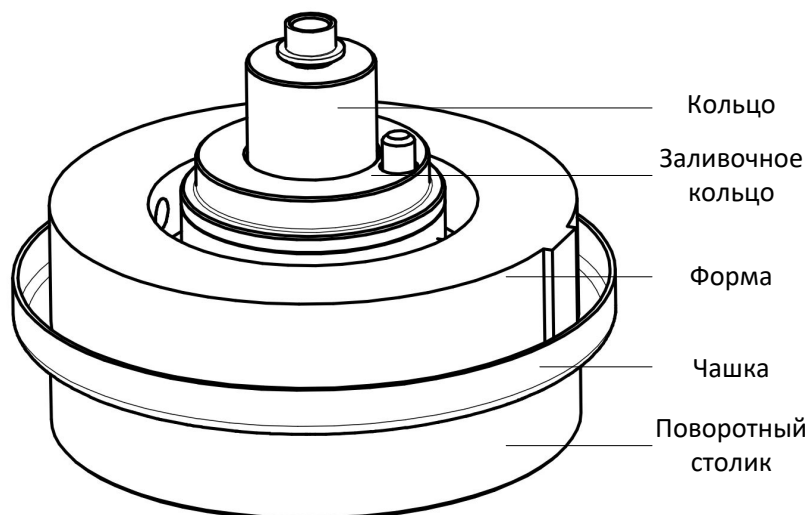

Рисунок 8 – Заливка образца
4.4.3 Установить форму в сборе с кольцом и заливочным кольцом на чашку, а затем в центр поворотного столика (см. рис. 8).
4.4.4 Записать массу формы в сборе (см. рис. 8) с точностью до 0,1г.